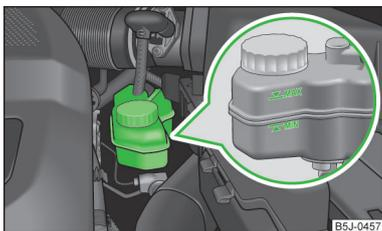

Fig. 132
- Si el nivel de líquido desciende por debajo de la marca MIN, » fig. 132 de la página 177  no siga conduciendo. ¡Existe peligro de accidente! Buscar la ayuda de un taller especializado.
- Comprobar el nivel del líquido de frenos en el depósito » fig. 132.